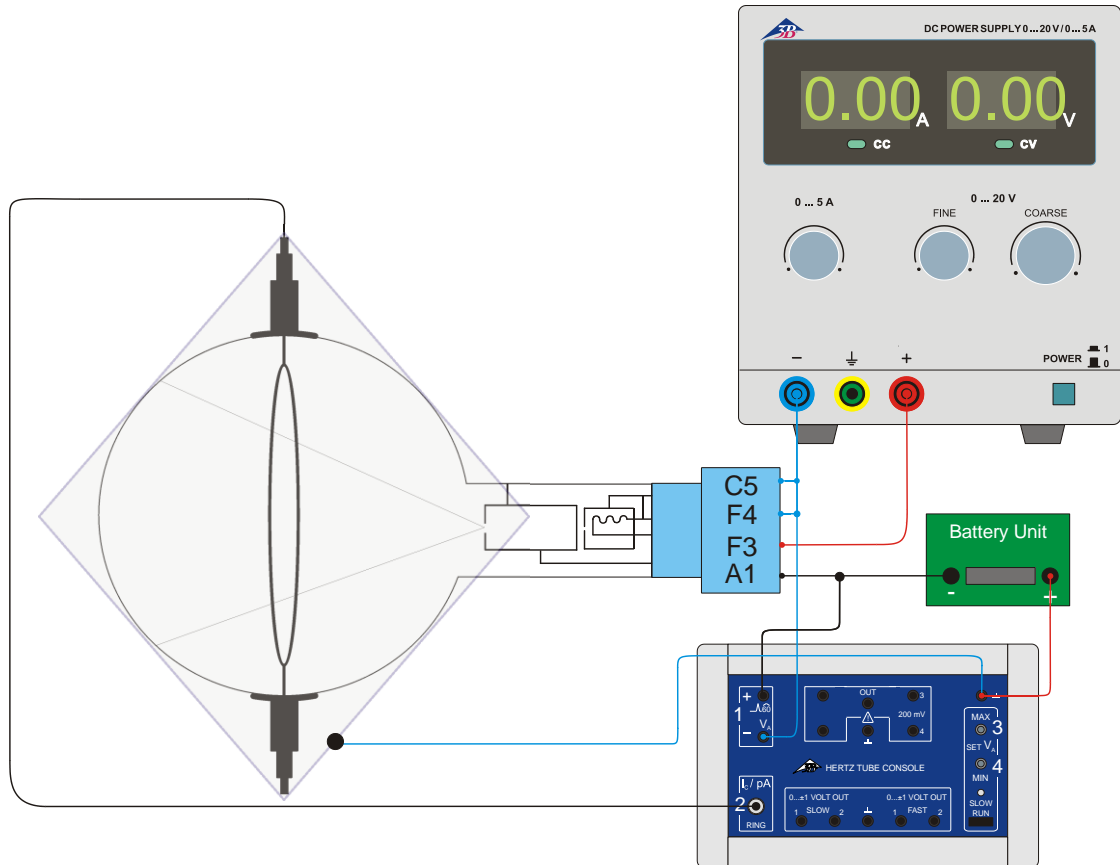

Fig. 1 Montage expérimental avec l'unité de commande pour tubes à potentiels critiques
- Raccordez la douille F3 du support pour tube au pôle positif de la sortie du bloc d'alimentation continue et F4 au pôle négatif. (voir Fig. 1)